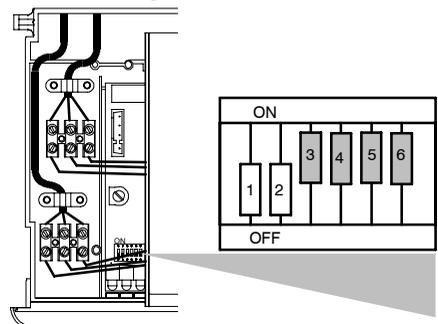

fig. 9.11
- 2 Togliere alimentazione elettrica alla caldaia, settare i DIP switch della scheda come rappresentato in fig. 9.11